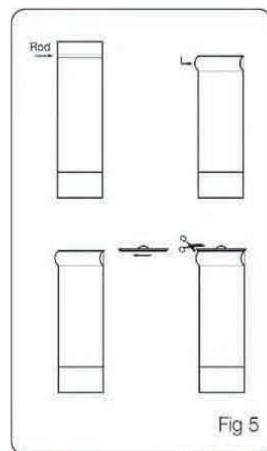

Fig 5
1. Measure the desired length by folding the top of the slat over the plastic pin and push on the slat hanger. Check to ensure that the slat is folded on the same side as the pocket at the bottom. (fig. 5).
1. Mål ønsket lengde ved å brette toppen av en lamell over plastpinnen og skyv på lamellhengeren. Sjekk at lamellen er brettet på samme side som lommen i bunnen. (fig 5).
1. Mät önskad längd genom att vika toppen av en lamell över plastpinnen och tråp på lamellhängaren. Kontrollera att lamellen är böjd på samma sida som fickan nedtill (bild 5).